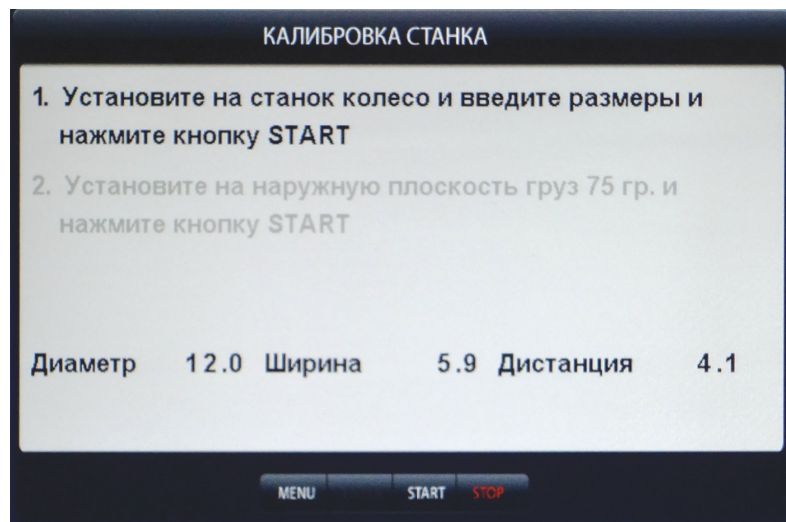

рис.19.1
19.2. Нажмите кнопку МЕНЮ, в открывшемся окне Меню выберите пункт 1 "Калибровка станка", нажав кнопку 1 в верхнем ряду клавиатуры. Откроется окно КАЛИБРОВКА СТАНКА рис.19.1.
19.5. Запустите СБ, нажав кнопку START. После первого цикла в окне рис.19.1 высветится второй пункт "Установите на наружную плоскость груз 75 г и нажмите кнопку START".